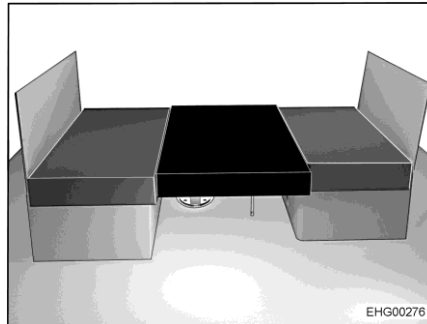

Fig. 54 Dopo la trasformazione
- Posare il cuscino aggiuntivo sul piano del tavolo (Fig. 54).